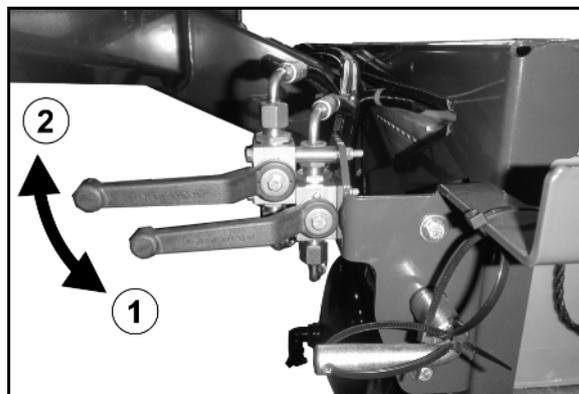

Fig. 26
- Aprire i rubinetti di chiusura sul blocco idraulico (Fig. 26/1).
- Chiudere i rubinetti di chiusura (Fig. 26/2):